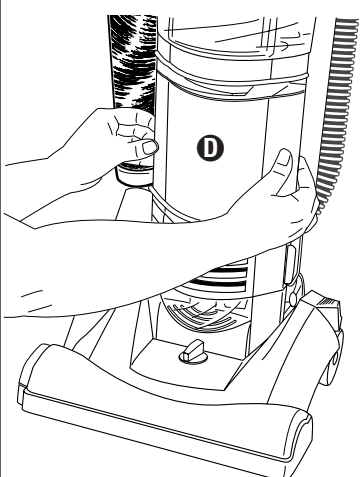

FIG. 13
Step 2: Grasp dust cup **D** with both hands and pull out (FIG. 13).
Étape 2 : Saisissez le collecteur à poussière **(D)** avec les deux mains et retirez-le (FIG. 13).
Paso 2: Tome el recipiente para polvo **(D)** con ambas manos y jálelo hacia afuera (FIG. 13).